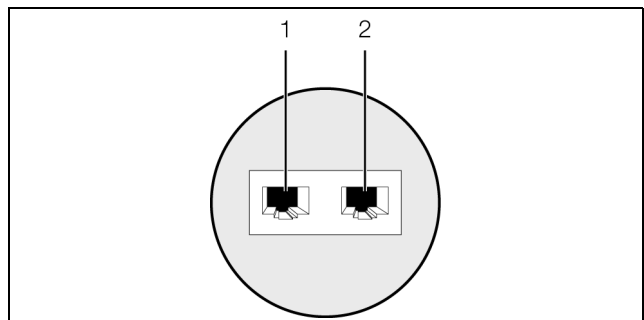

Abb. 3: Rückseite des Rauchmelders
- Verbinden Sie den Rauchmelder über ein CAN-Bus-Verbindungskabel mit einer CAN-Bus-Schnittstelle der CMC III Processing Unit bzw. der benachbarten Komponente im CAN-Bus (Abb. 3, Pos. 1).
- Schließen Sie ggf. an der zweiten, freien CAN-Bus-Schnittstelle des Rauchmelders (Abb. 3, Pos. 2) eine weitere Komponente an (z. B. einen anderen Sensortyp).